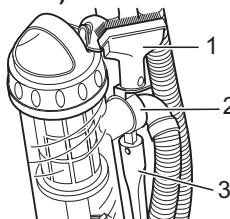

Abb. 4
■ Als **Zubehör** sind die Fugendüse (Abb. 4/3) und die 2 in 1 Kombidüse (Abb. 4/1) im Lieferumfang enthalten. Sie können an der Zubehörhalterung (Abb. 4/2) befestigt werden.
#### - **Fugendüse (Abb. 4/3)**
#### - 2 in 1 Kombidüse (Abb. 4/1) zu verwenden als: